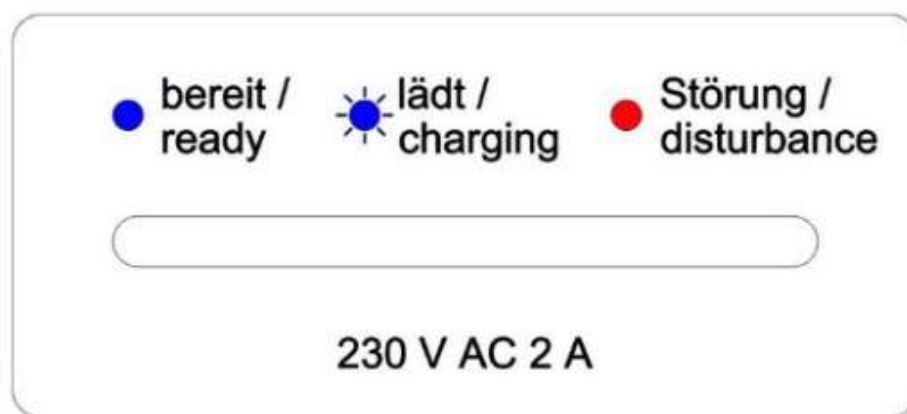

Abb. 4 Anzeige Ladepunkt
4. Ist der Außendurchmesser des gewählten Anschlusskabels größer als 16 mm muss das Inlet entsprechend der Abb. 4 mit einem Schlitzschraubendreher ausgehebelt werden.